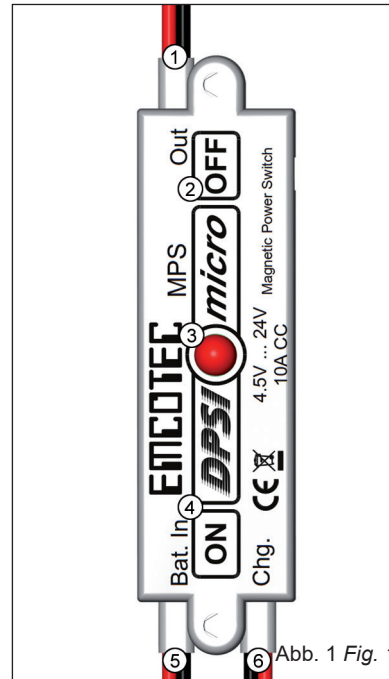

Abb. 1 Fig. 1
Um die rote Status-LED (Abb. 1/3) des DPSI Micros von außen zu sehen, kann ein Loch mit 5mm Durchmesser in die Rumpfwand gebohrt werden.
To see the DPSI Micro's red status LED (Fig.1/3) from the outside a hole with 5mm (0.2in) diameter can be drilled in the fuselage wall.
Zum **Einschalten** des DPSI Micro MPS Magentschalters muss der **mitgelieferte Magnet** für ca. **1 Sekunde** über die **Einschaltposition (ON)** (Abb. 1/4) gehalten werden. Zum **Ausschalten** des DPSI Micro DualBat muss der Magnet für ca. **2 Sekunden** über die **Ausschaltposition (OFF)** (Abb. 1/2) gehalten werden. Der Ein- und Ausschaltvorgang funktioniert durch die Rumpfwand.
For **switching on** the DPSI Micro MPS magnetic switch the **included magnet** must be placed over the **switching on position (ON)** (Fig. 1/4) for approx. **1 second**. For switching off the DPSI Micro DualBat the magnet must be placed over the **switching off position (OFF)** (Fig. 1/2) for approx. **2 seconds**. The switching on and off process works **through the fuselage wall**.